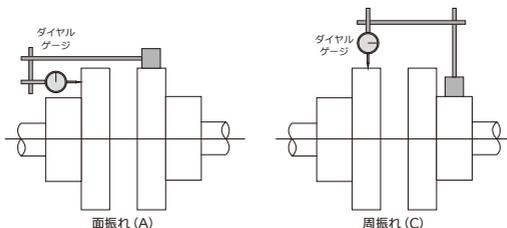

図2 ダイアルゲージによる芯出し
- ③ 回転方向の確認後、相手機械とモータのカップリングを結合して下さい。
- ④ 芯出しをするためには、レベル調整が完了したベース上にモータを置き、カップリングの面間寸法をテーパーゲージなどを用いて確認して下さい。カップリングの面間寸法は、各機械の規定値に従って下さい。カップリング部の芯出しには図2のようにダイヤルゲージを用いて行って下さい。
- ⑤ 芯出し作業の際、同軸度および平行度がそれぞれ 90° 毎の4点で点検し、それぞれの値の差が周振れ・面振れともに表5「カップリングの芯出し許容値」以内になるよう調整して下さい。特殊なカップリングについては、各メーカーにお問い合わせ下さい。
- ⑥ 両側のカップリングのセットボルトを確実に締め付けて下さい。
- ⑦ 再度芯出しを点検して、表5の許容値内に入っているか再度確認して下さい。